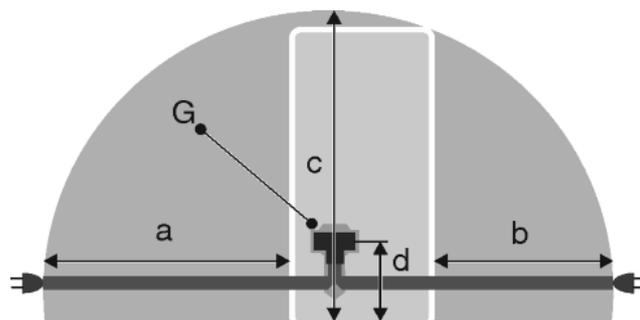

Fig. 22
- La prise de courant est en dehors de la zone postérieure de l'appareil dans la zone concernée. *Fig. 22 (a, b, c)*
- ▶ Introduire la la fiche de l'appareil *Fig. 22 (G)* au dos de l'appareil. Veiller à ce qu'elle s'introduise correctement.